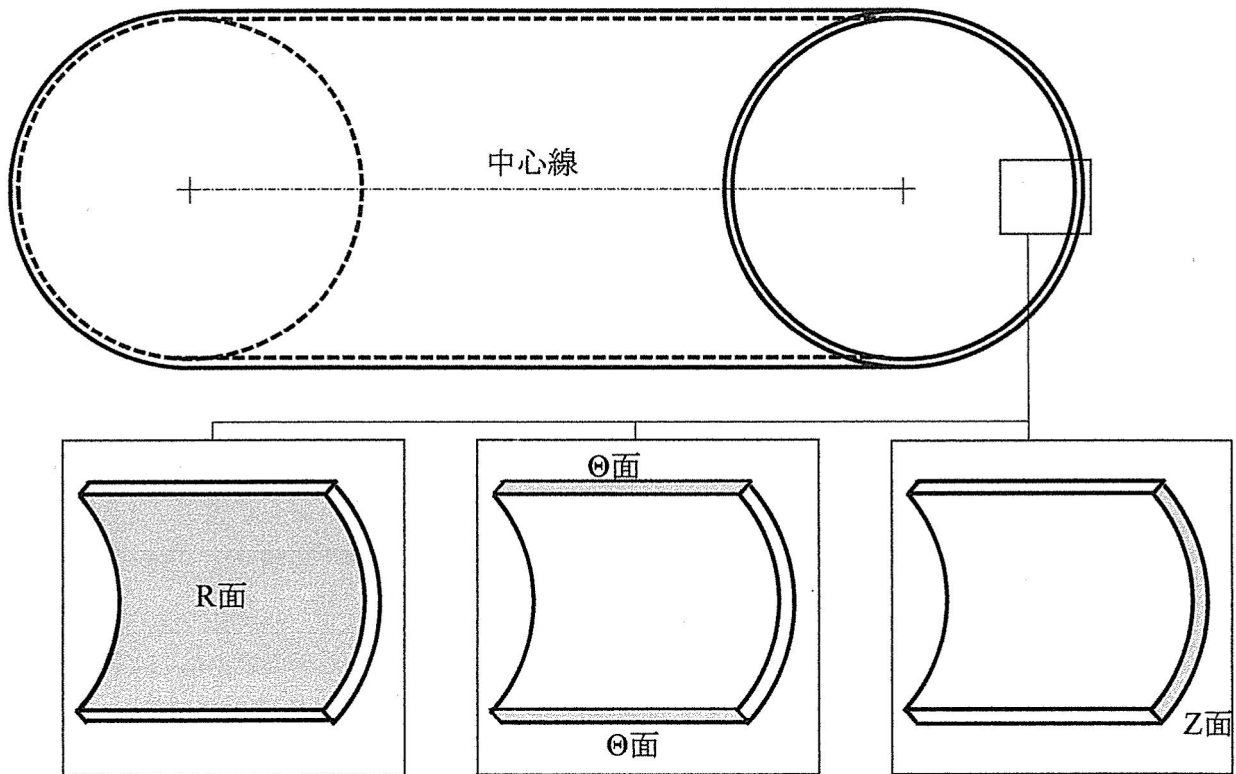

図2 円管の (a) R面, (b) ⊙面, (c) Z面
(1) 1本目の管を，長手方向に引張って降伏させるために，必要な荷重 [N]を予想せよ。
(2) 2本目の管を，長手方向に引張りかつ長手方向の軸周りにねじって降伏させるために，必要なせん断応力 τ [MPa]を予想せよ。ただし，この管の断面 (Z面) には，せん断応力 τ と引張応力 σ が生じており， $\sigma=2\tau$ の条件になっている。⊙面には，Z面のせん断応力に共役なせん断応力が生じていて，また⊙面には垂直応力は作用していない。R面は応力のない面である。円管のR面，⊙面，Z面の場所については図2に模式的に示す。
(3) 上記の問い (2) に記述した応力状態に対する3個のモールの応力円を示せ。さらに R面，⊙面，Z面で生じている応力状態を示す点を，これらのモールの応力円上にプロットし，点の近くにR面，⊙面，Z面と記せ。ただし，管をねじる方向は，時計周りでも反時計周りでも構わない。